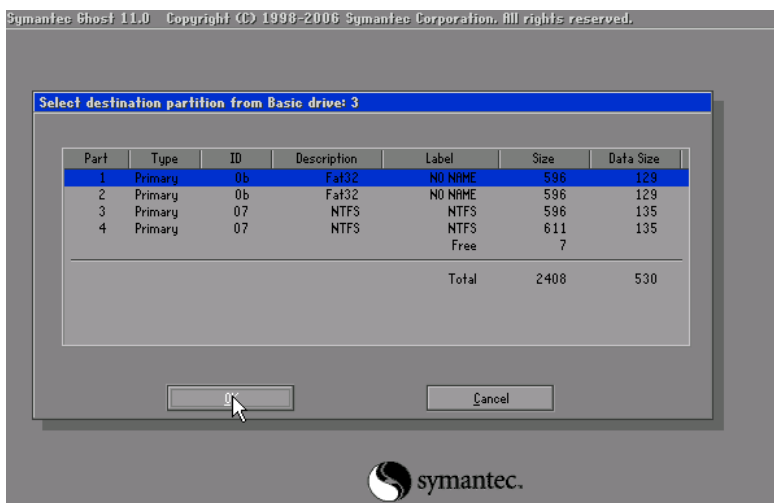

图 5-123 选择第二个硬盘第一分区
(4) 选择第二个硬盘的第一个分区进行 GHOST, 如图 5-123 所示。